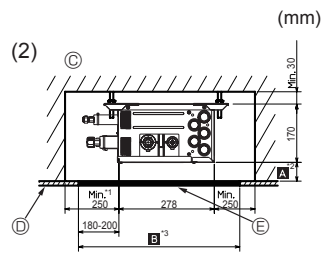
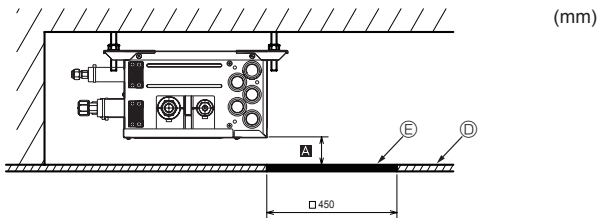
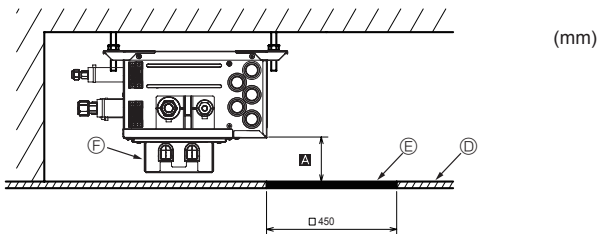

Fig. 4-7
Fig. 4-8
Fig. 4-9
(2) Вид сбоку (Fig. 4-7, Fig. 4-8, Fig. 4-9)
Чтобы установить дополнительную коробку реактора, задайте мин. 270 мм <рекомендация> (Fig. 4-9). Ⓐ
В случае "□ 450" подготовьте отверстие для техобслуживания со стороны печатной платы (как показано на Fig. 4-8, Fig. 4-9), при этом в качестве расстояния Ⓐ необходимо "минимум 300 мм".